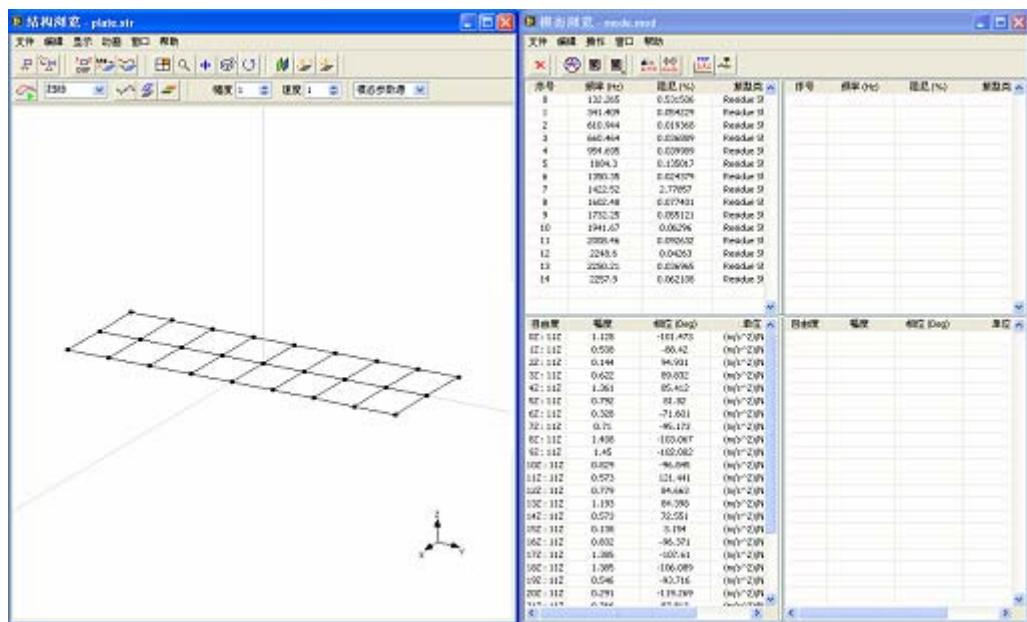

图 4-4 模态振型动画显示
- 执行菜单命令文件 | 载入...，在结构模型文件列表中选择 plate 文件。模态结构被显示在窗体中。如图 4-4 所示。
- 执行菜单命令文件 | 载入...，在数据文件列表中选择 mode 文件。包含有 15 个模态的模态文件被显示在窗体中。如图 4-4 所示。